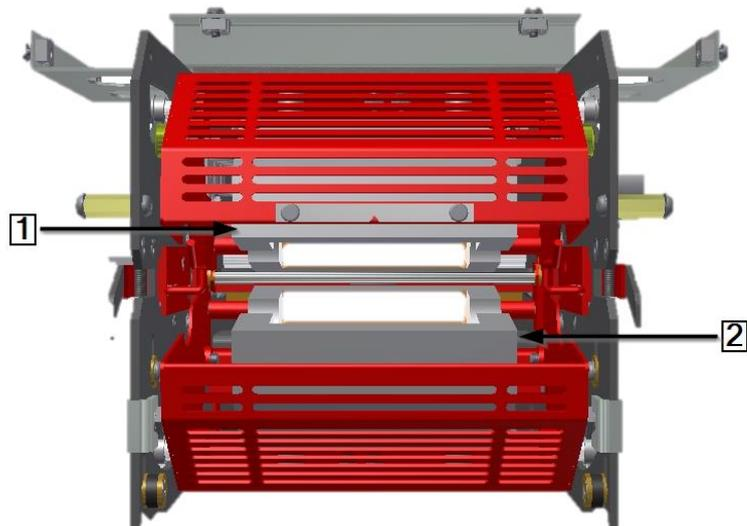

Fig. 61 : Puntos de comprobación del elemento calefactor
- ➔ Empuje y tire de la cámara de calentamiento hacia atrás y hacia delante, hasta que esté completamente hacia delante. Véase la descripción de la Fig. 61 en la página 103.
- ➔ Retire el tornillo de rodamiento (1) y desmonte el módulo de rodamiento que rodea al tornillo (1).